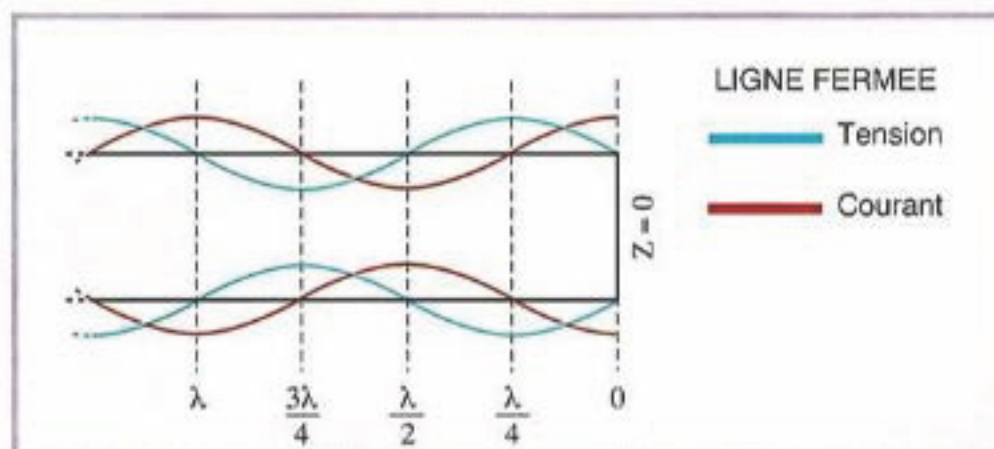

Figure 4. Répartition du courant et de la tension sur une ligne "fermée".
- Si nous court-circuitons l'extrémité d'une ligne, l'impédance en ce point est nulle, la tension est nulle et la tension maximale, la puissance utile transmise entre la source et ce point est encore nulle, voir figure 4.